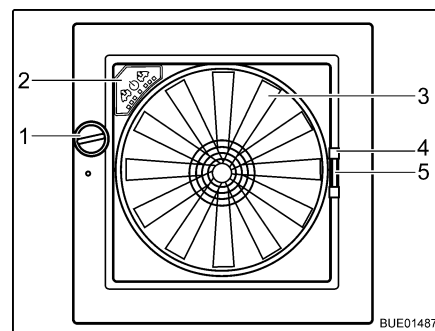

Bild 119 Taklucka Omni-Vent
- Öppna:** ■ Vrid på vredet (Bild 119,1) tills önskad öppningsvinkel har nåtts.
- Stänga:** ■ Vrid på vredet (Bild 119,1) tills takluckan är helt stängd.
- Stänga:** ■ Dra insektsskyddet i handtaget (Bild 119,4) till motstående ramsida.
- Tryck ihop mörkläggningsgardinens handtag (Bild 119,5).
- Fläkt** När takluckan är öppen kan kupén ventileras och vädras med fläkten (Bild 119,3) i 6 nivåer. Fläkten regleras via reglagen (Bild 119,2).